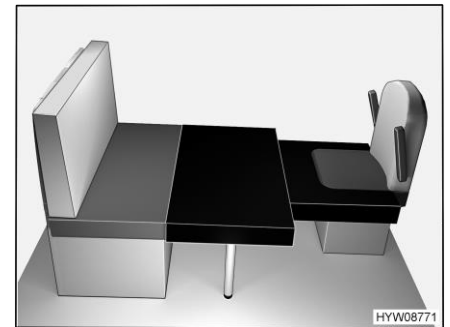

Fig. 71 Dopo la trasformazione
- Posare il cuscino aggiuntivo grande sul piano del tavolo (Fig. 71).
- Posare il cuscino aggiuntivo piccolo sul sedile del conducente (Fig. 71).